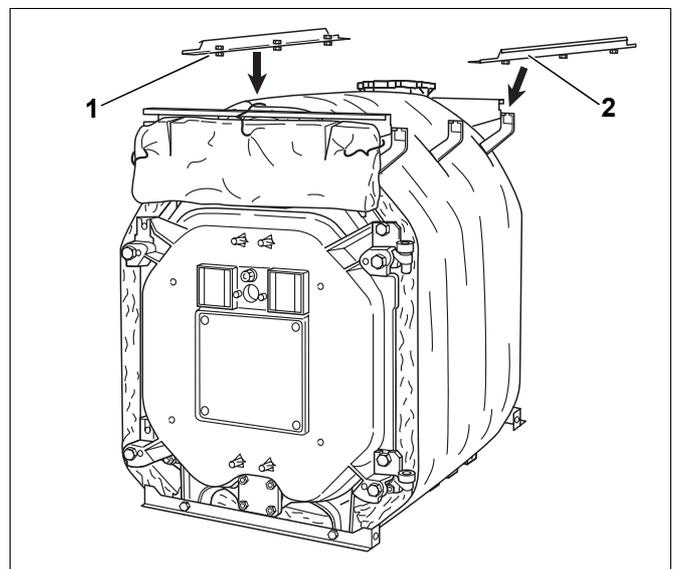

Bild 45 Längsschienen montieren
- ▶ Die Längsschienen (Bild 45, **Pos. 1** und **2**) wie bereits beschrieben mit den vormontierten Schrauben in die Aussparungen der Konsolen einschieben und mit diesen fest verschrauben.